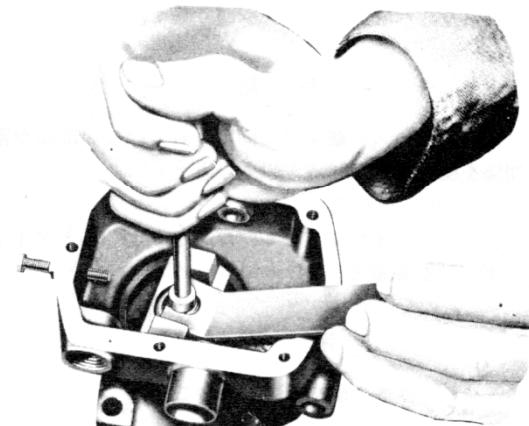

図3-5. パイロットバルブ分解図
13. スプリングシート(40)を工具370109の短い方の端で押え $\frac{5}{16}$ "ソケットレンチを使ってパイロットバルブプランジャーロックナット(41)をはずす。図3-5参照。